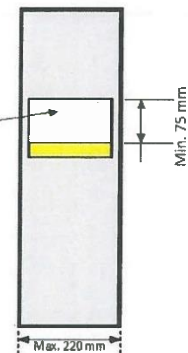

Figure 1
- À la mi-portée, un espace libre de 100 mm par 100 mm doit être disponible du dessus du pont jusqu'au-dessus du tablier pour permettre la mise en place du système d'application de la force. L'application de la force du vérin sera faite sur deux points (voir la figure 1, page 9). Les équipes doivent délimiter au préalable le positionnement des plaques permettant d'appliquer la force sur le pont. Pour se faire, se référer à la figure 1.